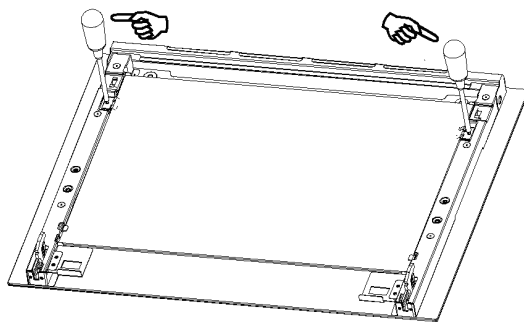

Figure 9
1. La Figure 9 montre comment desserrer les vis sur les supports bilatéraux.